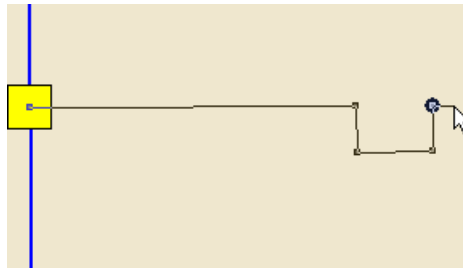

Рисунок 5.3. Изображение точек перелома
2. Щелкнуть левой кнопкой мыши для установки точки перелома и можно дальше продолжать ввод. смотрите Рисунок 5.3, «Изображение точек перелома»